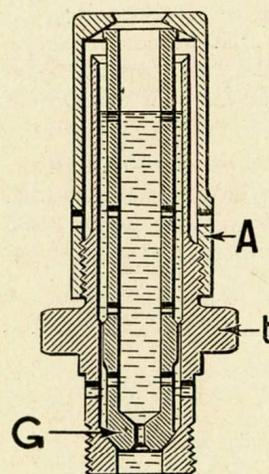

Fig. 14. — Montage 12 en coupe.
Ce dispositif de giclage comprend les trois éléments suivants (fig. 14) : le porte-gicleur (t), le gicleur principal (G) et le chapeau de gicleur (A).
Le fonctionnement de ce dispositif de giclage est très simple : lorsque le moteur tourne au ralenti, le gicleur principal est noyé dans l'essence jusqu'à un certain niveau (fig. 14). Au moment de la reprise, lorsque le papillon des gaz s'ouvre, toute l'essence contenue à l'intérieur du gicleur et dans le porte-gicleur est rapidement évacuée et cette essence, venant s'ajouter à celle qui passe normalement à travers le trou calibré, permet de réaliser le mélange riche nécessaire à la reprise.